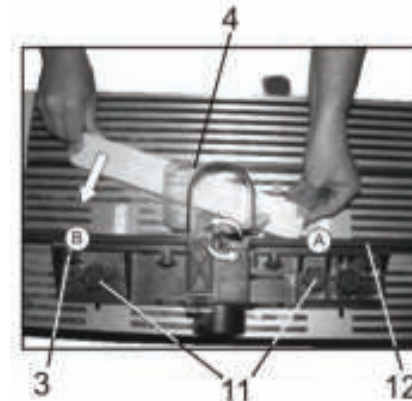

рис. 8
7.2.1 Установите глубину фрезерования, после чего крепёжными гайками 11 надёжно закрепите положение (рис. 8).
7.4 Несквозное фрезерование (рис. 8, 9, 10)